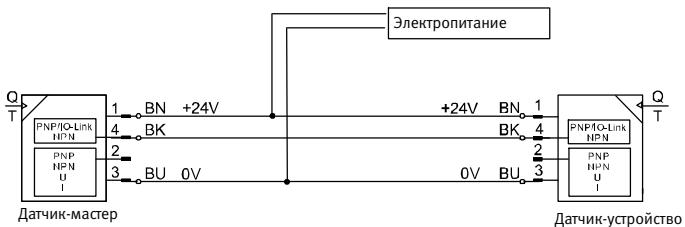

Fig. 14 Репликация параметров на примере SFAW-...PNLK-... / SFAW-...-PNVBA-...
- Датчик-мастер соединен с датчиком-устройством (→ Fig. 14).